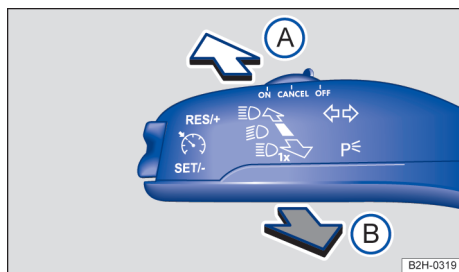

Fig. 77 À esquerda na coluna de direção: alavanca dos indicadores de direção e do farol alto.
- Trazer a alavanca dos indicadores de direção e do farol alto da posição central para a seguinte posição → Fig. 77: